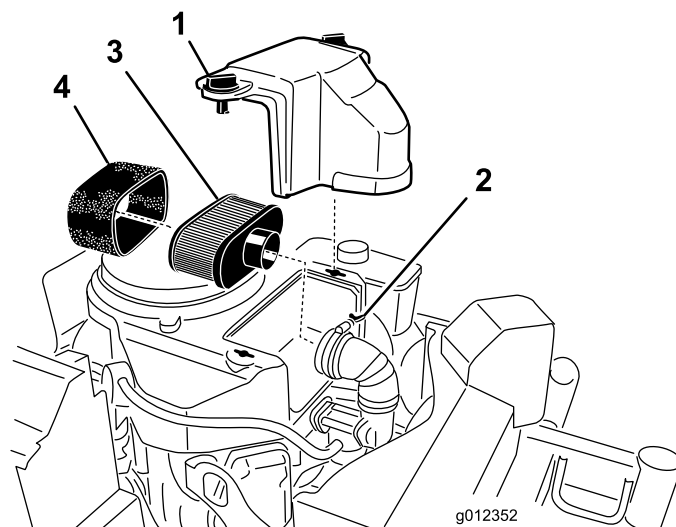

図 43
3. エアクリーナを外したときエンジン内部に異物が入らないよう、周辺をきれいに拭く(図 43)。
4. エア・クリーナのカバーのノブのねじをゆるめてカバーを外す(図 43)。
5. エア・クリーナのホース・クランプをゆるめてエア・クリーナ・アセンブリを外す(図 43)。
6. ペーパー・エレメントからスポンジ・エレメントを注意深く取り外す(図 43)。